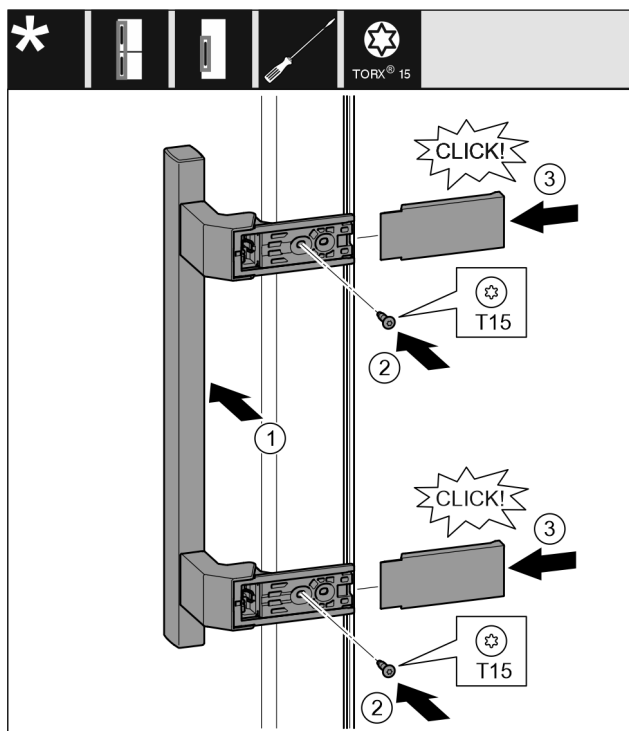

Fig. 21
- ▶ Поставете дръжката от другата страна. Fig. 21 (1)
- ▶ Затегнете винтовете с отвертка T15. Fig. 21 (2)
- ▶ Поставете отстрани капачите и ги нахлузете. Fig. 21 (3)